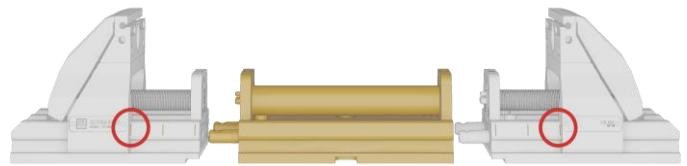

Abb. 45: Unterteilverlängerung einsetzen
- 1.) Verstellelemente auf eine der Markierungen der Grundplatte positionieren (siehe Abb. 45)
- 5.) Unterteilverlängerung einsetzen, Ausrichtung der Passstifte beachten (siehe Abb. 45)